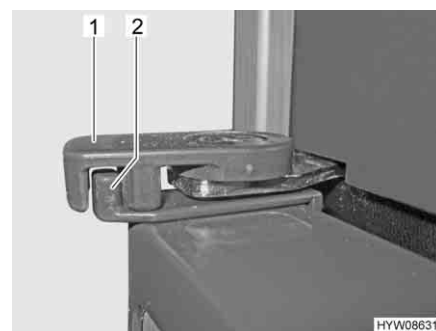

Fig. 75 Bloccaggio della porta del frigorifero in posizione di ventilazione
- Tirare il bloccaggio (Fig. 75,1) verso il centro del frigorifero. La rientranza esterna del bloccaggio deve essere riportata nel nasello di chiusura (Fig. 75,2). In questo modo la porta del frigorifero rimane ferma in posizione socchiusa.